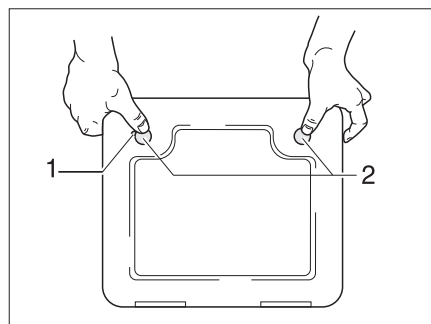

Bild 350 Lucka för toalett-kassetten
- Öppna luckan till kassetten på fordonets utsida. Stick för detta in nyckeln i låscylindern i trycklåset (Bild 350,1) och vrid den ett kvarts varv.
- Tryck samtidigt in de två trycklåsen (Bild 350,2) med tummarna och öppna luckan för kassetten.